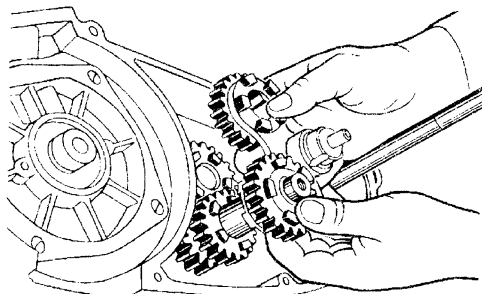

Рис. 3.31. Установка червячного вала с вилками переключения передач и шестернями
- установить червячный вал в соответствии с рис. 3.31 в картер, при этом совместить метку (точка, выбитая керном) на валу с меткой на зубе сектора переключения передач при включенной IV передаче;